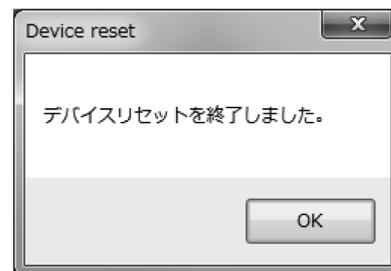

図168
- ④ 「OK」をクリックすると、デバイスリセットが開始され、メッセージボックス(図168)が表示されますので、「OK」ボタンをクリックすれば終了です。「キャンセル」ボタンをクリックすると、デバイスリセットを行わずに終了します。